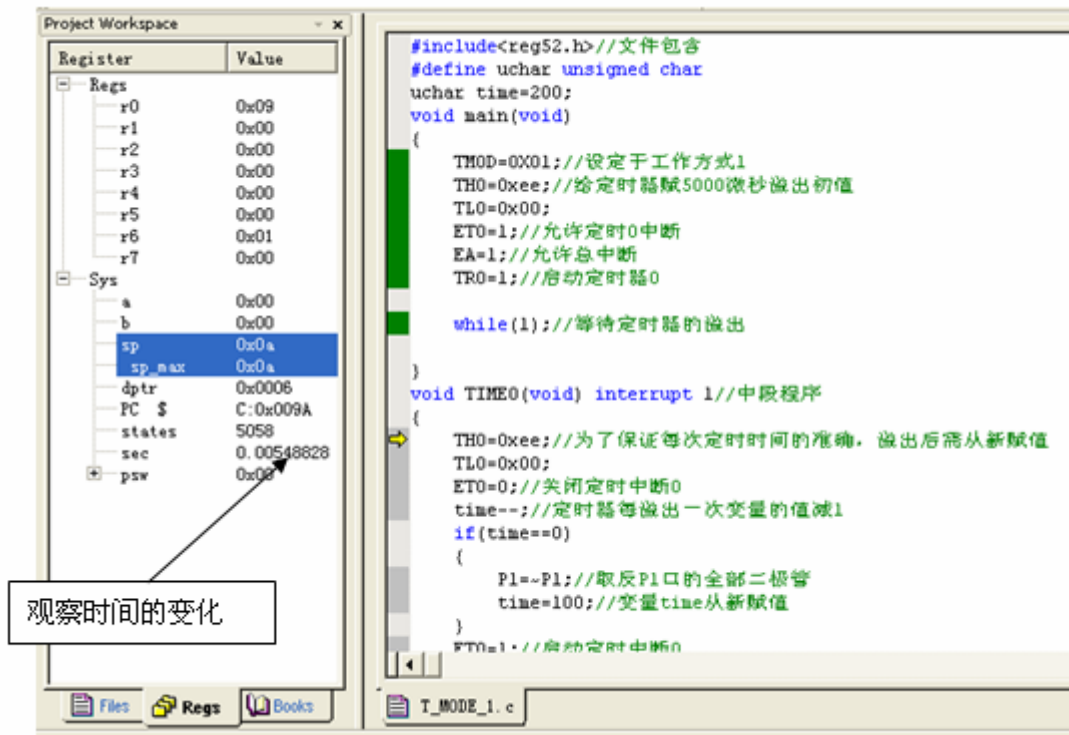

图 4-25
(1) 将工程设置为软件仿真。
(2) 把光标定于中断程序的第一句语句，同时点击  在此同时可以在寄存器观察窗口中观察到时间的变化。如图 4-25 所示。